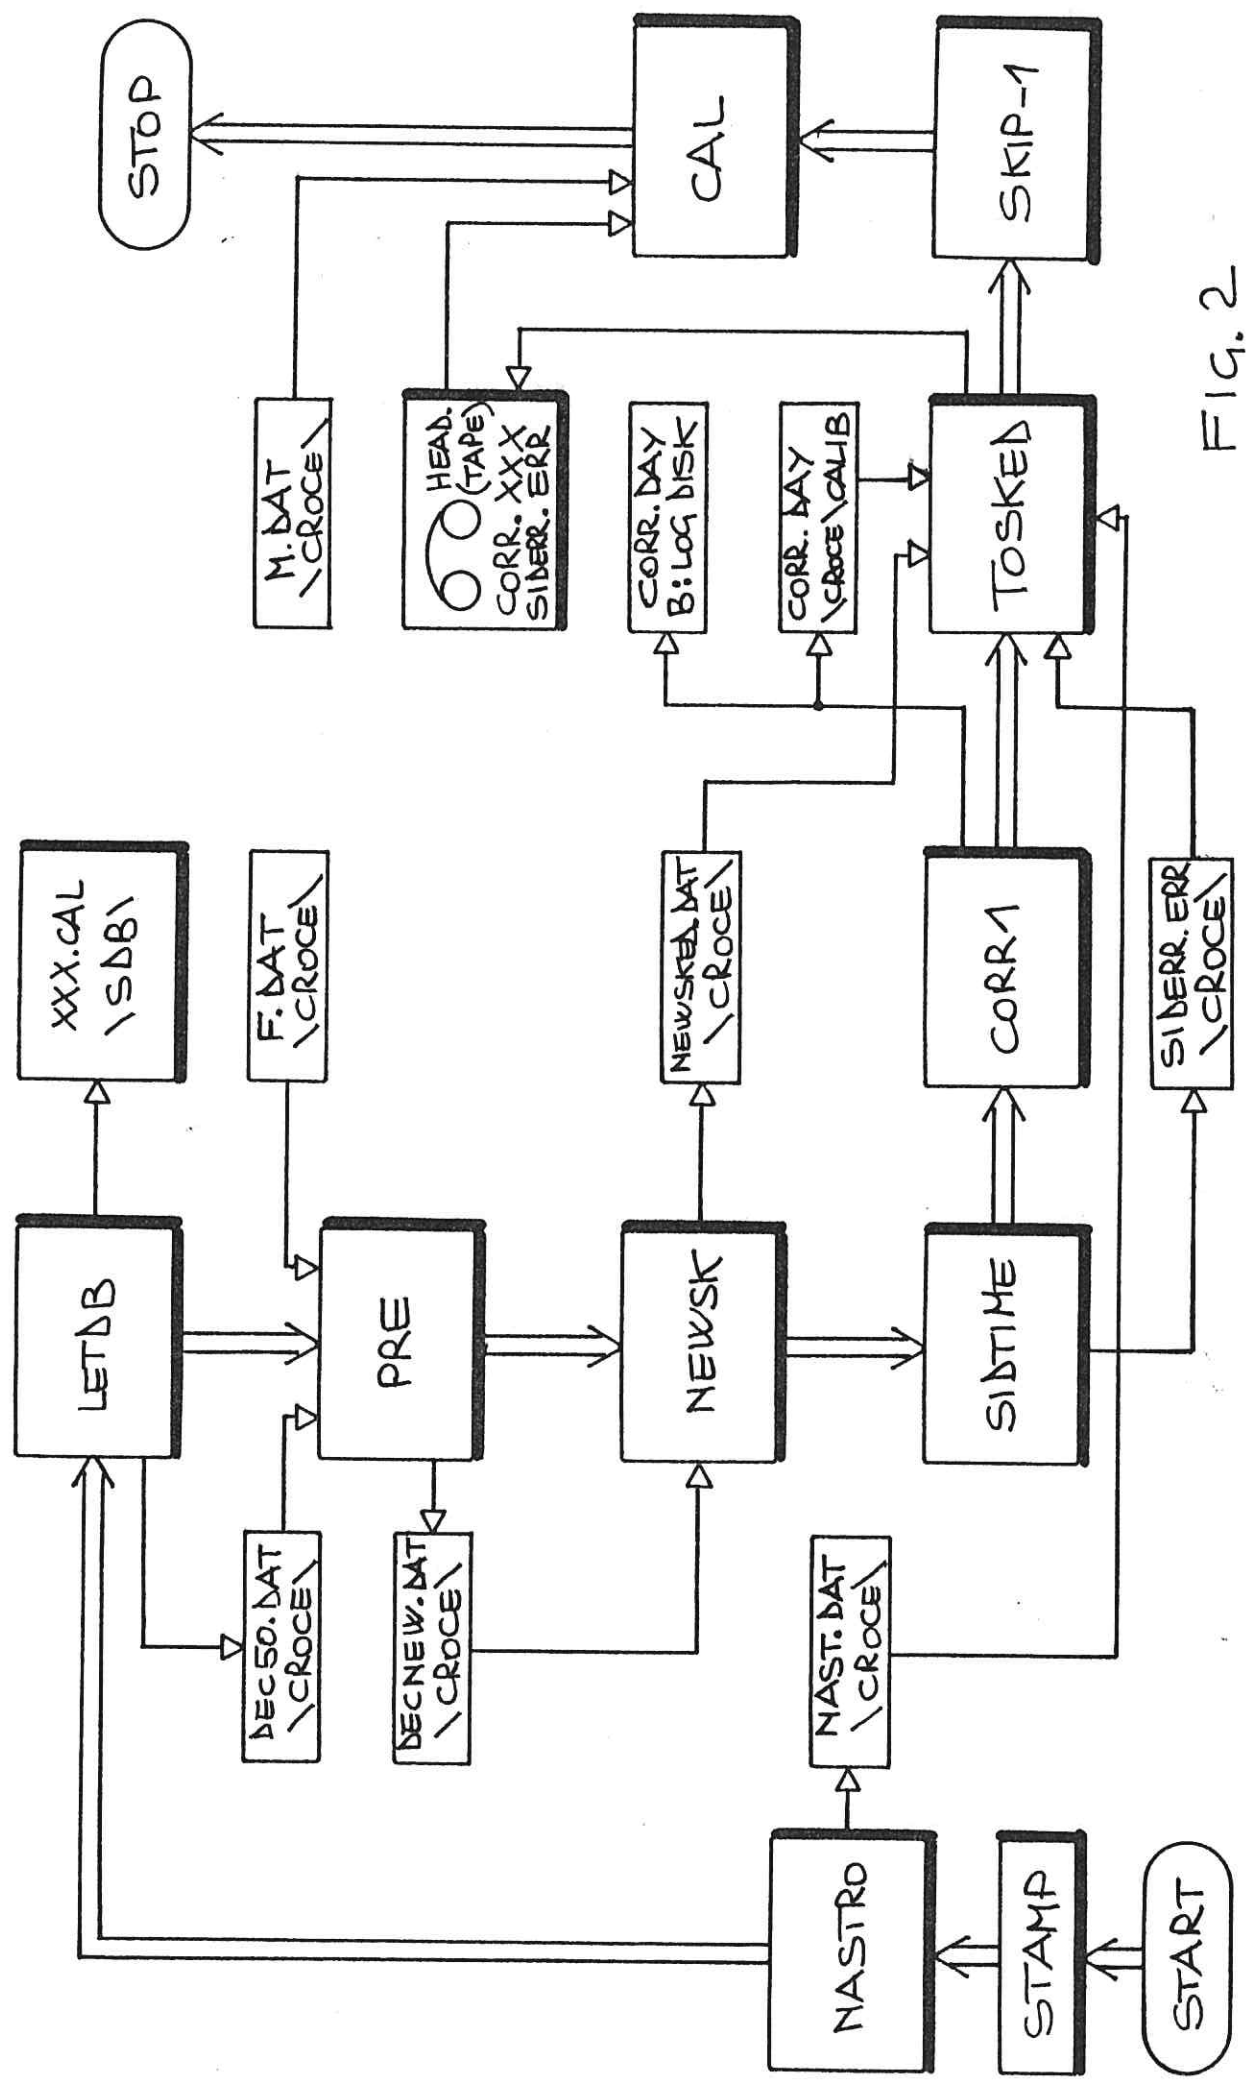

FIG. 2
Lo schema a blocchi di CALIBRA.BAT e` visibile in fig.2 in cui ogni blocco e` costituito da un programma, il cui listato apparira` in appendice. Una volta lanciata la procedura, viene chiesto dal blocco STAMP di accendere la stampante e dal blocco NASTRO il numero del nastro, su cui verra` registrato il calibratore che viene memorizzato nel file \croce\nast.dat; questo blocco da` la possibilita` di posizionare manualmente il nastro dove si vuole, oppure di posizionarlo automaticamente alla fine dell'ultimo file scritto. Nella successiva fase viene chiesto dal blocco LETDB, il nome del calibratore da osservare; tramite un 'inquire' si controlla se e` presente nella lista sorgenti \sdb\XXX.cal (XXX = nome sorgente) in ognuno di questi file i dati sono disposti nel seguente formato:
Questa procedura puo essere molto utile e comoda in fase di prova e/o calibrazione delle due antenne, EW e NS. Digitando semplicemente 'P', viene chiesto quale ramo puntare e su quale sorgente. Lo schema a blocchi del programma P.BAT, appare in fig.2. All'inizio della procedura viene chiesto dal programma PENT, se si vuole puntare meccanicamente il ramo EW (E) e/o meccanicamente ed elettricamente il ramo NS (N); in funzione della risposta data, viene formato il relativo 'vettore' da passare a PCPOINT, e viene scritto nel file \croce\pword.dat. Il nome della sorgente su cui si vuole puntare il ramo scelto, viene chiesto dal modulo LETDB; questo e` lo stesso modulo visto nella precedente procedura, che ha il compito di estrarre dal data base delle sorgenti (\sdb\XXX.cal, con XXX = nome sorgente) i dati relativi con posizione al 1950, e parcheggiarli nel file \croce\dec50.dat. Da qui i dati vengono letti dal programma di precessione PRECES e memorizzati nel file \croce\decnew.dat. Il blocco responsabile del puntamento meccanico ed elettrico dei due rami, e` POINT che, trovando una F nel file \croce\f.dat legge la declinazione dal file \croce\decnew.dat e quali rami puntare dal file \croce\pword.dat (se invece trovasse una K chiederebbe la declinazione e quali rami puntare da tastiera).